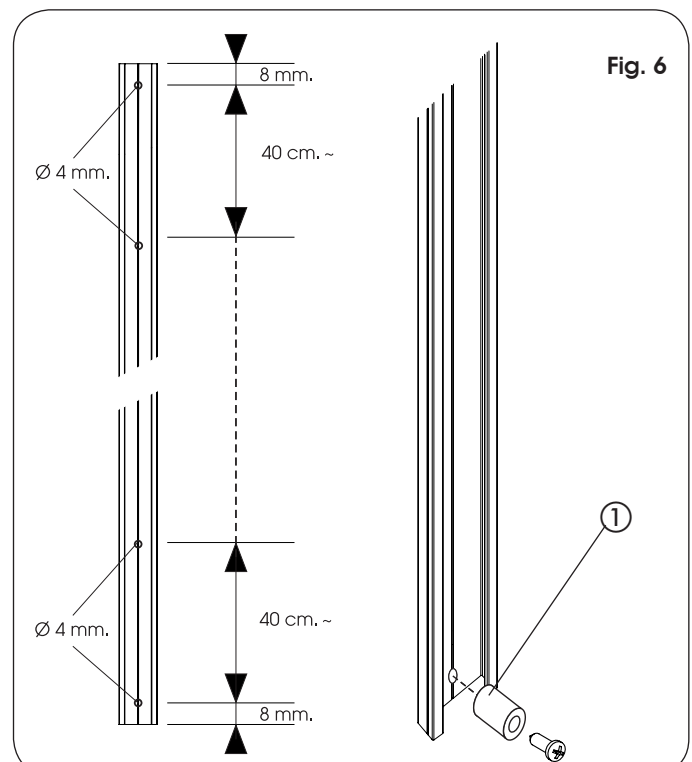

Fig. 6
- Réaliser avec précision un perçage \varnothing 4mm à 8 mm de chacune des extrémités du profil de support (fig. 6).
**Ces deux trous seront utilisés pour la fixation des entretoises d'appui (fig. 6 réf. ①).**
- Réaliser d'autres perçages intermédiaires \varnothing 4mm, environ tous les 40 cm (fig. 6).
- Introduire l'entretoise d'appui au niveau du trou inférieur (fig. 6 réf. ①).